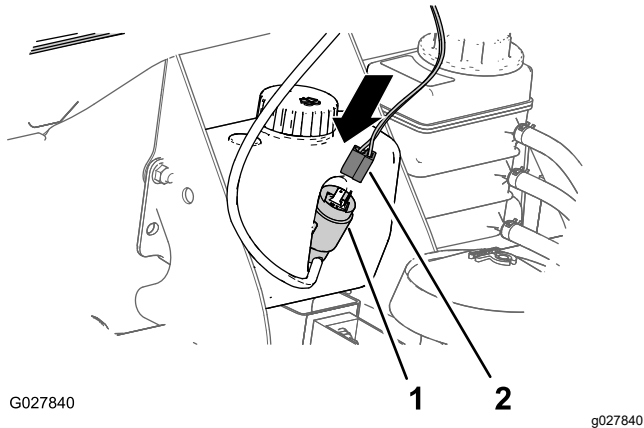

Figura 29
1. Alinee el conector hembra de 2 vías del arnés de cables con el conector de 2 patillas de la bomba del lavaparabrisas (Figura 29).
2. Enchufe el conector del arnés de cables a la bomba hasta que esté asentado correctamente (Figura 29).